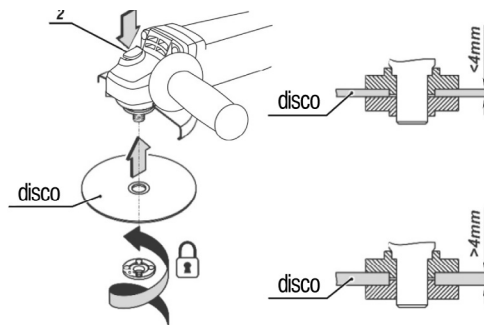

Fig. 5 – Montagem do disco na máquina
4. Coloque a porca, para discos com espessura inferior a 4 mm coloque o rebaixo do flange para o lado externo e para discos com espessura superior a 4 mm coloque o rebaixo voltado para dentro (lado do disco), conforme mostra a fig. 5.